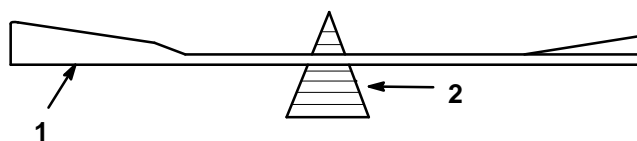

Abbildung 35
2. Die Auswuchtung des Schnittmessers auf einer Messerwaage überprüfen (Abb. 35). Wenn das Schnittmesser in horizontaler Position bleibt, ist es ausgewuchtet und kann wiederverwendet werden. Wenn das Schnittmesser nicht ausgewuchtet ist, an der Rückseite des Messers etwas Metall abfeilen. Diesen Vorgang wiederholen, bis das Messer ausgewuchtet ist.